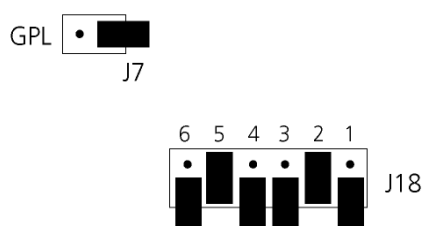
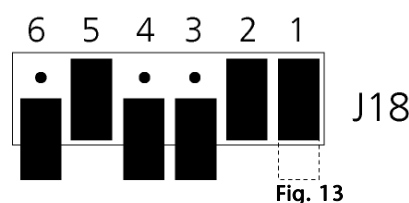
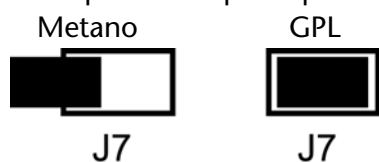

Fig. 12
Fig. 13
Fig. 14
In Fig. 12 vengono evidenziate le posizioni dei jumper interessati.
Per impostare la potenza di accensione della caldaia (Pacc) e la potenza massima (Pmax) occorre abilitare la modifica dei parametri tramite il jumper n°1 della serie J18 (vedi Fig. 12). A tal fine posizionare il jumper come in Fig. 13 il display inizierà a lampeggiare.
Il jumper J7 (vedi Fig. 12) seleziona il tipo di gas (metano o G.P.L.) per il quale la caldaia è predisposta. In Fig. 14 sono mostrate le posizioni corrette per le due predisposizioni.
Attraverso il ponticello "2" del jumper "J18" (Fig. 12) è possibile attivare il riscaldamento temporizzato, tale modalità permette di limitare il fenomeno delle frequenti accensioni che può verificarsi se l'acqua circola a bassa velocità, oppure se l'impianto è molto piccolo.
- Selezionare sulla scheda di modulazione il tipo di gas spostando il jumper J7 (Fig. 14 pag. 18)
- Sulla scheda di modulazione spostare il ponticello 1 del jumper J18 (Fig. 12) so in modo da abilitare la variazione dei parametri e regolare la pressione di accensione.